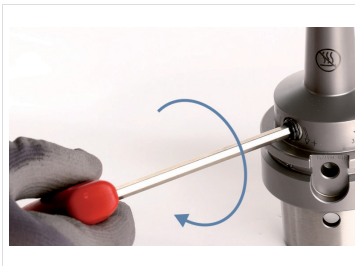

Abb. 11: Werkzeug spannen
4. Drehen Sie die Spannschraube mit Hilfe eines Innensechskantschlüssels mit Quergriff **bis zum Anschlag** (siehe Abb. 11: Werkzeug spannen).